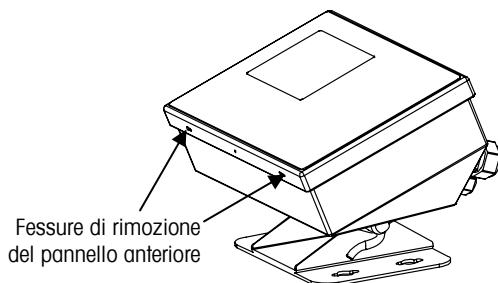

Figura 2-1: Accesso terminale IND310drive
1. Inserire la punta di un cacciavite a lama piatta in una delle due fessure sul retro del pannello anteriore (vedere la Figura 2-1) e spingere verso l'interno. Quando il coperchio viene rilasciato si sente uno scatto.